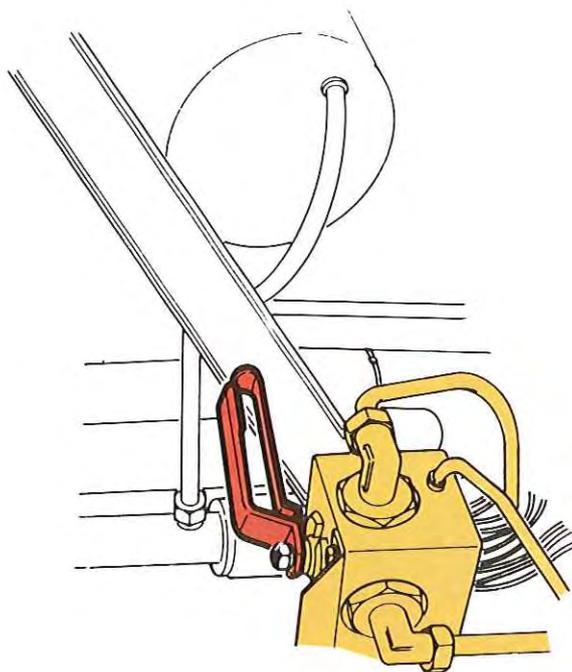

Figura 3.2.
4. Llave de cuatro vías de la cabina conductora ..... Colocar en posición **AUXILIO**. Ver figura 3.2.